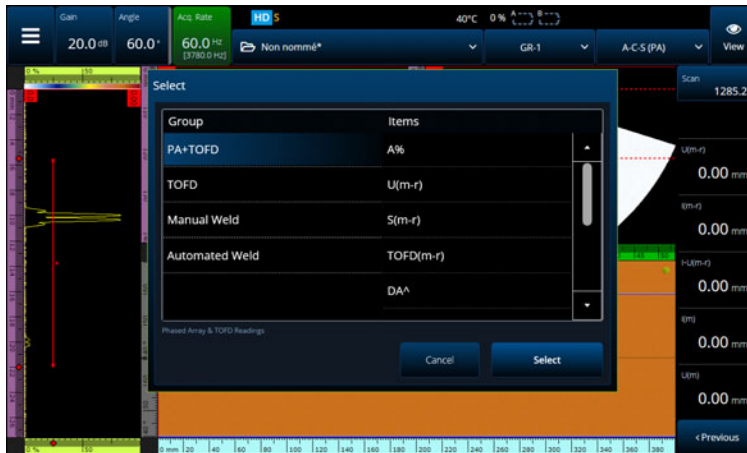

図 2-62 測定値リストの選択
画面の右側に表示される 10 個の測定値すべてが生成されるレポートに組み込まれ、設定ファイルに保存されます。測定値に表示する UT パラメーターは、個別またはリストとして簡単に切り替えることができます。各パラメーターの内容は、強調表示すると測定値の **Select**（選択）メニューに表示されます（124 ページの図 2-62）。
- a) **Select Reading List（測定値リストの選択）** の場合、定義済みの測定値リストから選択できます（124 ページの図 2-62）。